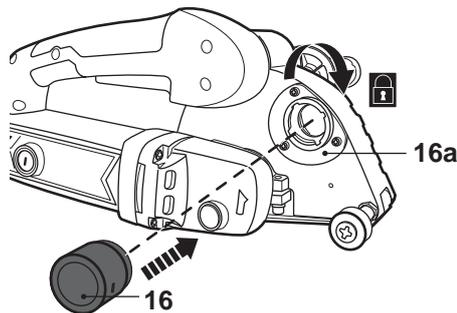

Fig. 6
- > Fixer la sortie d'évacuation des poussières [16] sur le support [16a]. Insérez la sortie d'évacuation des poussières [16] sur le support et tournez dans le sens horaire (Fig. 6).